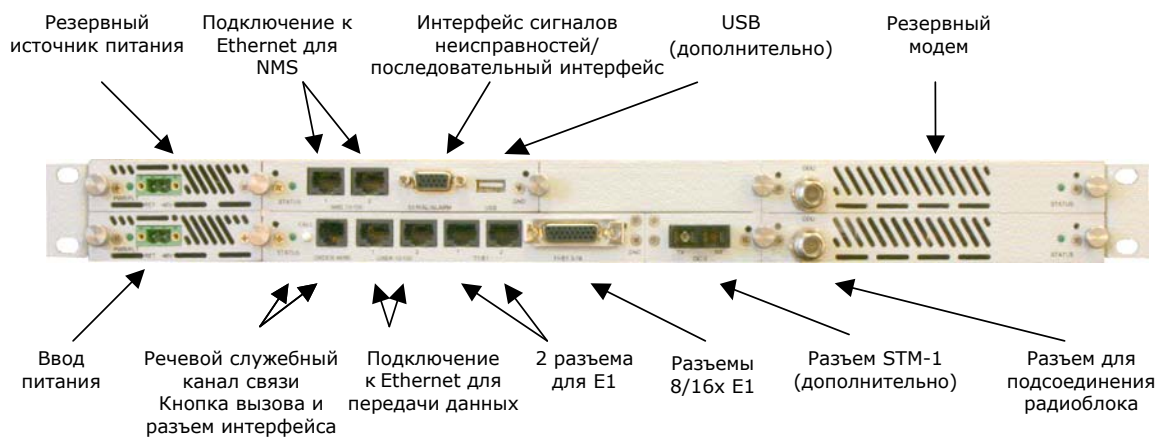

Рис. 3.7. Разъемы передней панели внутреннего блока CFQ-SD, конфигурация 1+1.
9. Подсоединить внутренний блок CFQ-SD к портативному компьютеру, используя кабель Ethernet 5-й категории, или же подключить внутренний блок к компьютерной сети, также используя кабель Ethernet 5-й категории. Подсоединить кабель Ethernet к разъему SNMP (**A** или **B**) на передней панели внутреннего блока CFQ-SD. Разъемы передней панели внутреннего блока CFQ-SD можно видеть на рис. 3.7.